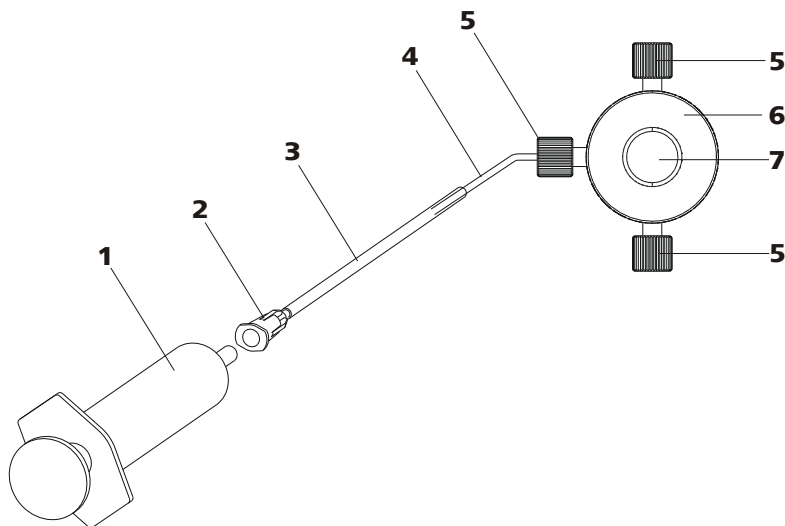

图19 给高压泵排气
高压泵的排气可按以下步骤进行（参见图19，第34页）：
- 将注射器(19-1)插入排气插管的 Luer 式接头(19-2) (参见图 19, 第 34 页)。